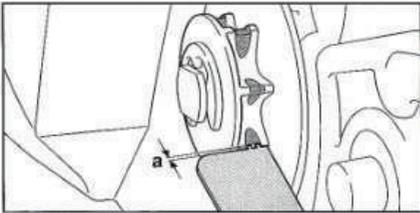

Figura 4
- Rimuovere la barra e la catena, misurare la profondità della scanalatura del pignone utilizzando un misuratore di profondità. (Figura 4). Se la profondità della scanalatura supera 0,5 mm, non utilizzare la sega a catena e contattare il distributore per sostituire il pignone della catena il prima possibile. Se non si è in grado di eseguire la misurazione, contattare il distributore per la verifica.